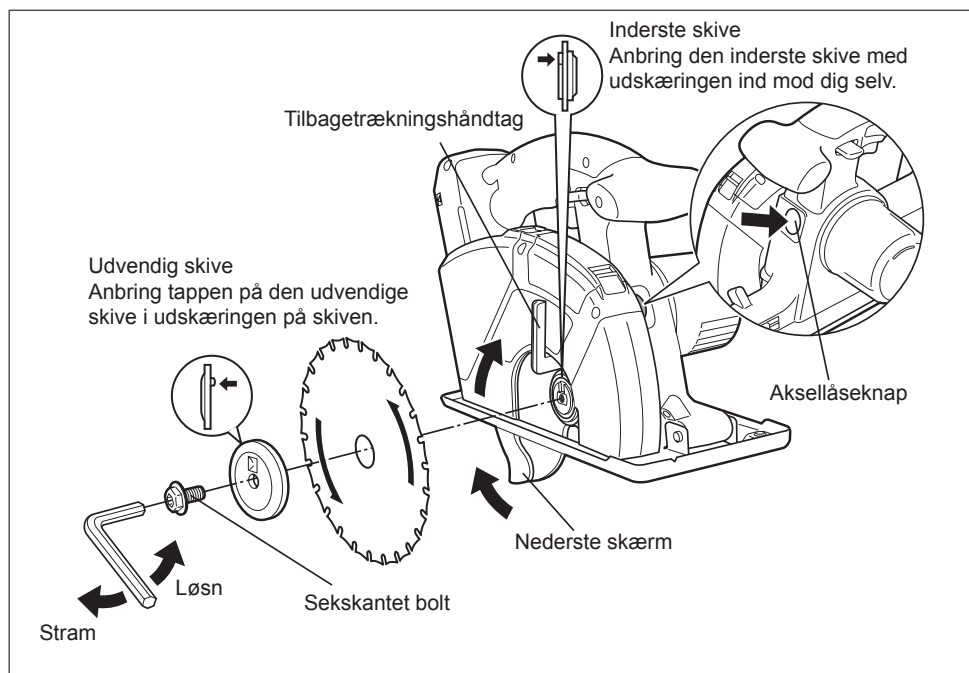

Fig. 6
Kontroller at den sekskantede bolt er ordentligt sikret. (Se Fig. 6.)
4. Monter klingen, som vist ovenfor. (Se Fig. 6.) Kontrollér at både klingens retning og retningsspilen på den gennemsigtige klingebeskytter peger i den samme retning.